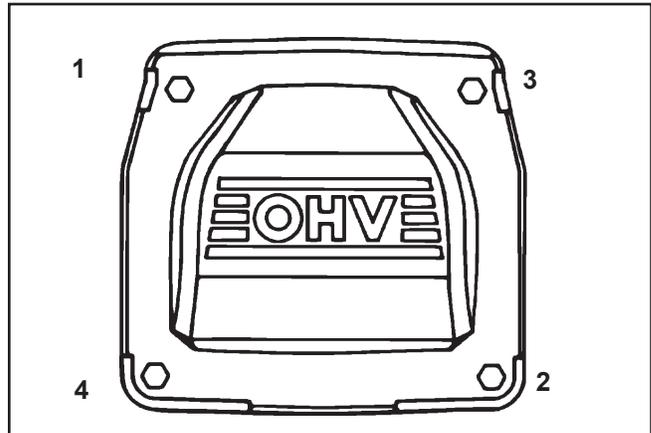

Abbildung 11-89. Anzugsabfolge und -moment Ventildeckel.
5. Die Befestigungen der Ventildeckel auf das korrekte Anzugsmoment anziehen, und dabei die in Abbildung 11-89 gezeigte Abfolge einhalten.